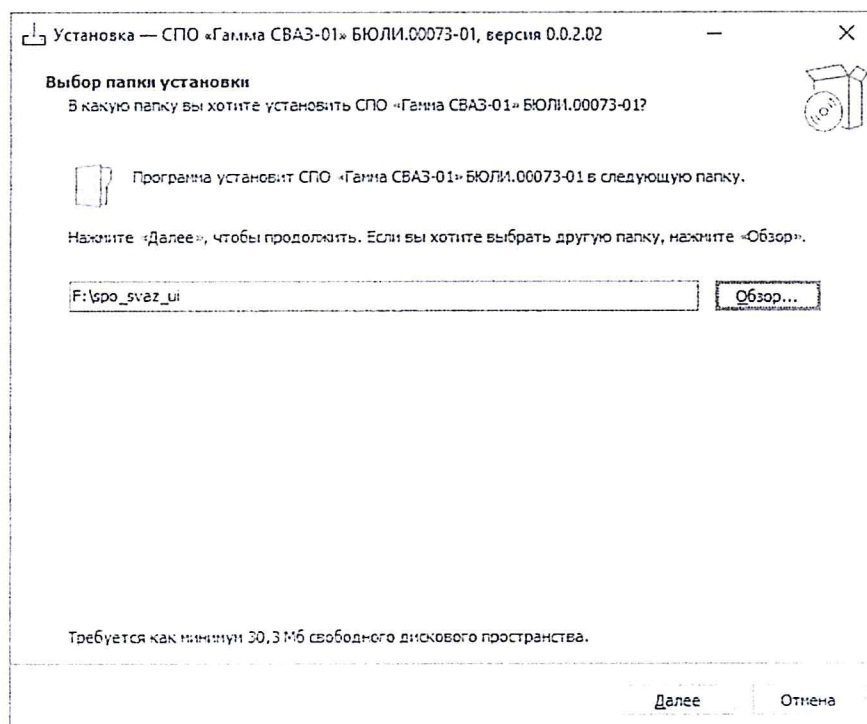

Рисунок 22 – Окно «Выбор папки установки»
- в открывшемся окне выбрать папку для установки программы и нажать кнопку «Далее» (рисунок 22);